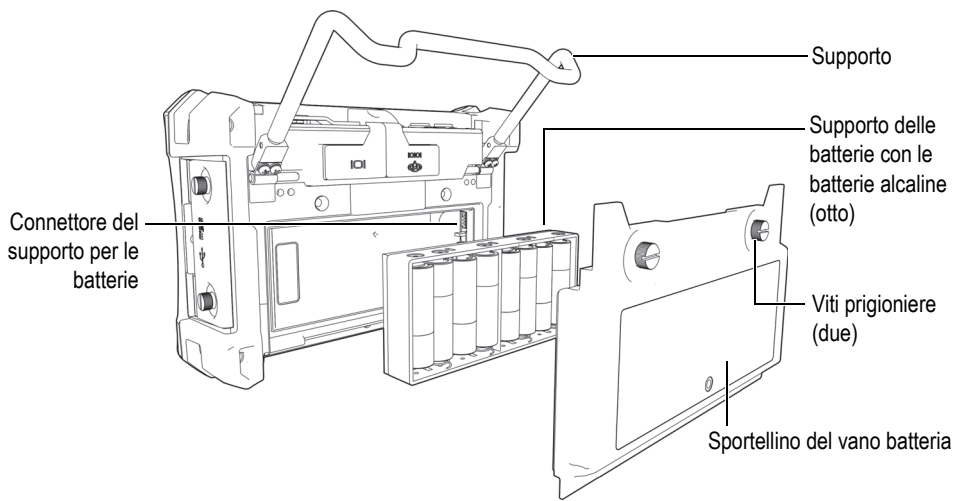

Figura 2-11 Il supporto per le batterie alcaline
1. Aprire il supporto del BondMaster 600 (vedere Figura 2-11 a pagina 46).